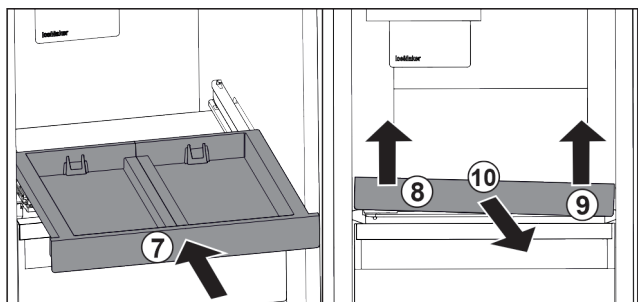

Fig. 125
- ▶ Vstavite izvlečno polico. Fig. 125 (7)
- ▶ Izvlečno polico dvignite naprej levo. Fig. 125 (8)
- ▶ Izvlečno polico dvignite naprej desno. Fig. 125 (9)
- ▶ Izvlečno polico odstranite v smeri naprej. Fig. 125 (10)